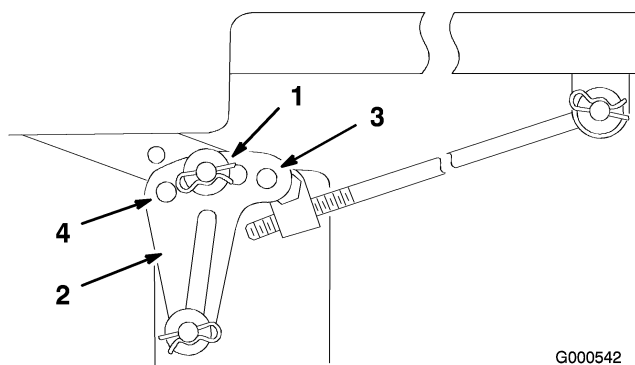
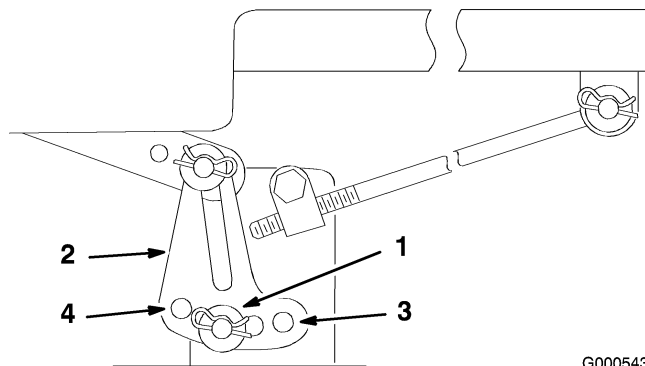

Figura 44
Figura 45
6. Retire el pasador y la arandela del soporte de nivelación (Figura 44).
7. Para nivelar la(s) cuchilla(s), vuelva a colocar el/los soporte(s) de nivelación en un taladro diferente y vuelva a colocar la arandela y el pasador. (Figura 44 y Figura 45). Los taladros delanteros bajan la altura de la cuchilla y los taladros posteriores elevan su altura. Ajuste ambos lados según sea necesario.